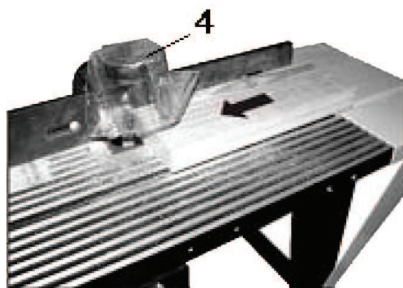

рис. 6
7.2 Обработка вдоль волокна (рис. 6)
Отпустите кожух 4 (рис. 6) включите фрезер и подавайте заготовку. Подавайте заготовку плавно и равномерно.